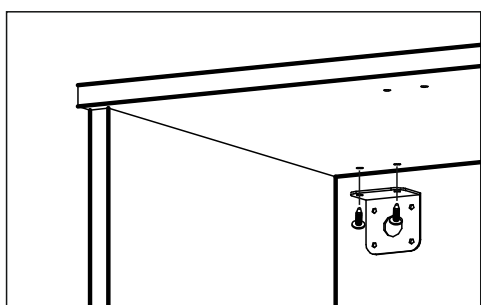

рис. 2
5. На крышке закрепить металлические уголки используя стяжку межсекционную L=15 мм (рис. 2)